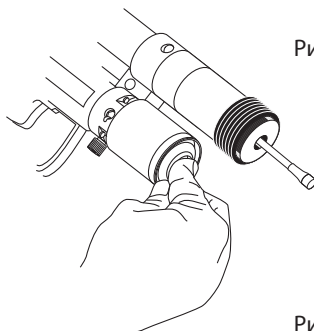

Рис. 6
3. Слегка нажать на резиновый бак. После того как начинает выходить масло (рис. 6), закрыть выпускное отверстие воздуха (L) фигурным ключом.